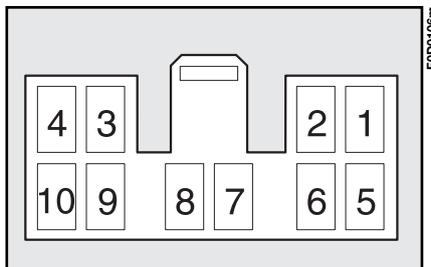

fig. 149
- cables de conexión a la antena con dos funciones y cableado con conector de diez vías **fig. 149**;